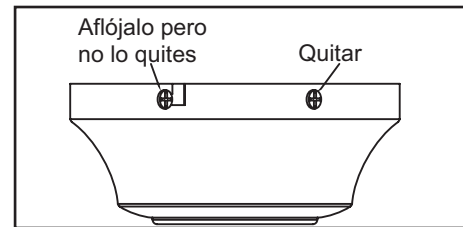

Figura 8
2. Retira la placa de montaje de la cubierta aflojando los cuatro tornillos de la parte superior de la misma. Quitá los dos tornillos sin ranura y afloja los tornillos ranurados. Esto te permitirá retirar la placa de montaje (Figura 8).